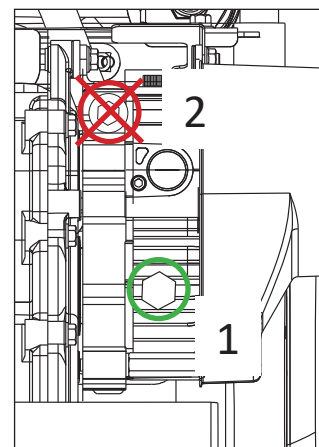

Abb. 12
1. Stellen Sie einen geeigneten Behälter unter das HST-Getriebe, um das Öl aufzufangen, und entfernen Sie dann die Ölablassschraube (Abb. 12 Pos. 1).
**Lösen Sie niemals die Schraube (Abb. 12 Pos. 2), da dadurch das Fahren der Maschine beeinflusst werden kann. Dies wird als Missbrauch betrachtet, und Schäden, die durch Missbrauch verursacht werden, sind nicht von der Garantie abgedeckt.**